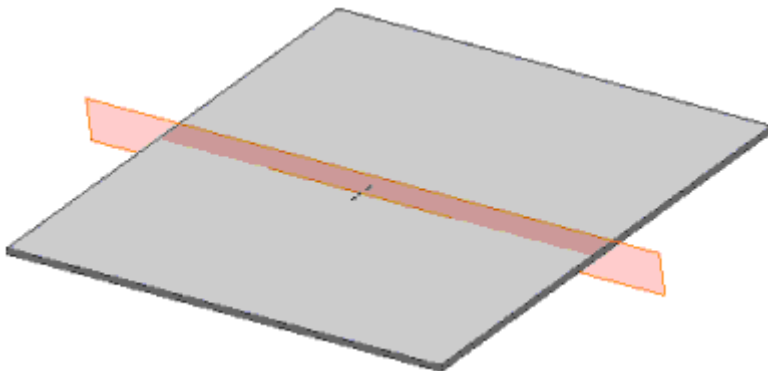

Bild 6: Arbeitsebene rechtwinklig zur Basisebene
3. Die folgende Abfrage nach dem Winkel der Ebene bestätigen Sie (90°) (siehe Bild 6).